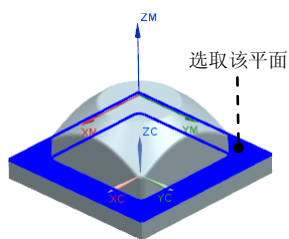

图 5.8 指定切削区域
Step2. 选取图 5.8 所示的面为切削区域，在“切削区域”对话框中单击按钮，完成切削区域的创建，同时系统返回到“底面壁铣”对话框。